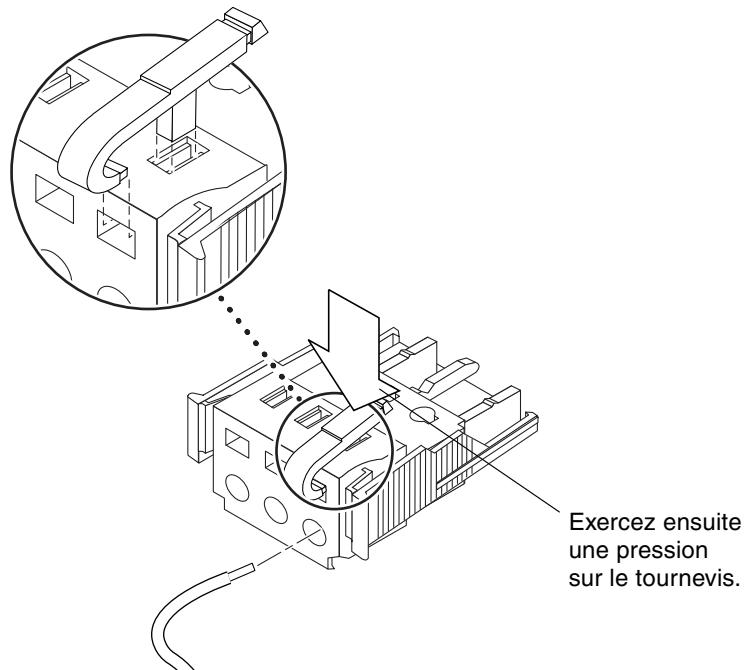
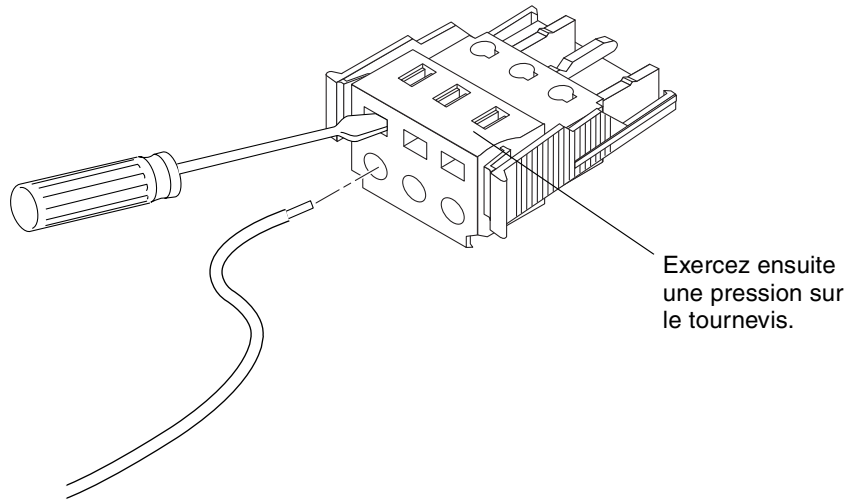

FIGURE 5-3 Ouverture de l'orifice de la prise d'entrée CC à l'aide du levier pour dénudage
FIGURE 5-4 Dessus de la prise d'entrée Ouverture de l'orifice de la prise d'entrée CC à l'aide d'un tournevis
- Insérez l'extrémité du levier pour dénudage dans la fente rectangulaire située juste au-dessus de l'orifice, sur la prise d'entrée CC, dans lequel vous insérerez le premier fil. Exercez ensuite une pression sur le levier (FIGURE 5-3).
- Insérez un petit tournevis pour écrou à fente dans la fente rectangulaire située juste au-dessus de l'orifice, sur la prise d'entrée CC, dans lequel vous insérerez le premier fil (FIGURE 5-4).
Si vous devez retirer un fil de la prise d'entrée CC, insérez le levier pour dénudage ou un petit tournevis dans la fente située juste au-dessus du fil, exercez une pression sur le levier ou le tournevis (FIGURE 5-3 et FIGURE 5-4), puis tirez sur le fil pour le sortir de la prise.